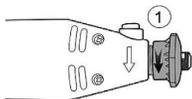

Рис. 6
1. Открутите против часовой стрелки защитный колпачок «1» (рис. 6).